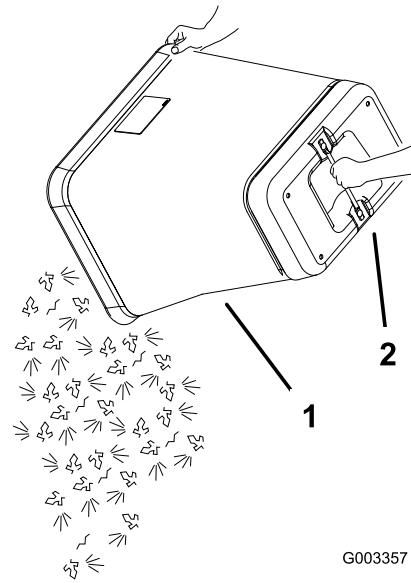

Figure 25
6. Saisissez la poignée située sous le bac et renversez ce dernier pour le vider (Figure 25).